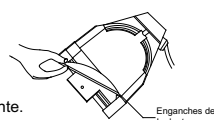

Figura 5
7. En ese momento, retire el dedo, dejando que la lente descansa sobre las sujeciones de la lente. (Figura 5).